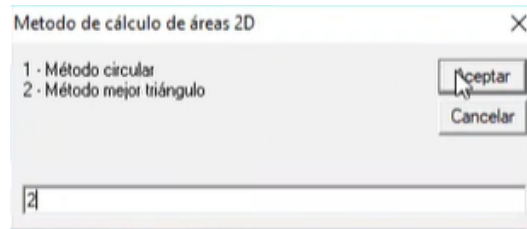

Figura 370. Selección del método.
41. En la ventana emergente, seleccionar la opción “2 Método mejor triángulo”. Figura 370.